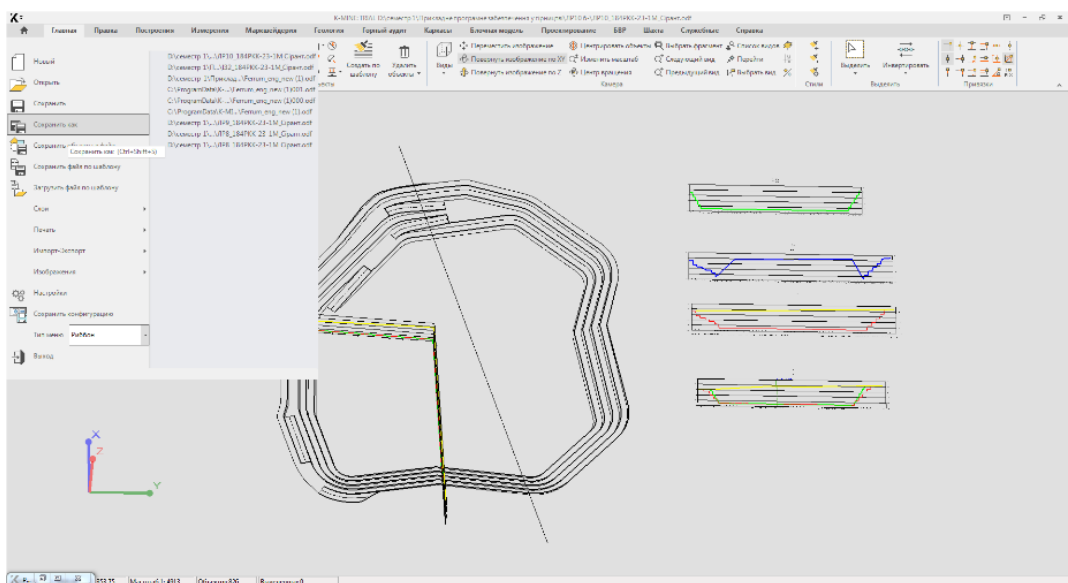

Рисунок 6.3 - Побудова розрізів
11. В новому місці моделі побудуйте ламаний розріз, який включатиме обидва положення гірничих робіт та ізолінії як окремі об'єкти. Оцініть результат (рис.6.3).